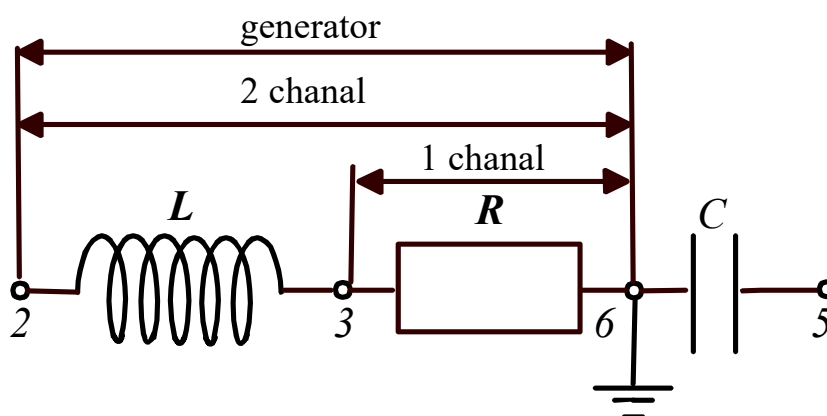

Рис. 11
1. Подключите генератор к плате – длинный конец кабеля к клемме (6), короткий к клемме (2).
2. Тумблером (1) подключите генератор к сети  $\sim 220\text{ В}$ . После включения загорится контрольная лампа (2).
3. Кнопкой (1) установите вольтметр в режим измерения переменного напряжения -  $V_{\sim}$ . Подключите вольтметр к тем же гнездам (2), (6) – провод «Общий» к гнезду (6).
4. Регулятором (7) генератора, установите в цепи напряжение  $\sim 6\text{ В}$ .
5. Подключите 1-й канал осциллографа к сопротивлению  $R$  – короткий конец кабеля подсоедините к гнезду (3), длинный – к гнезду (6).
6. Подключите 2-й канал осциллографа к гнездам (2), (6) – длинный конец кабеля к гнезду (6). 7. Убедитесь, что на выходе На экране осциллографа, справа, высвечивается частота, на которой работает генератор. При необходимости откорректируйте ее переключателями (3) и регулятором (8) генератора.
8. С помощью регуляторов (8) и (11) осциллографа добейтесь установления на экране изображения синусоид, представленного на рис. 11.